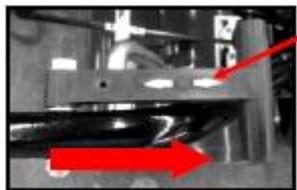

FIGURE 9 (tige de commande de marche arrière)
- ② Mettez la tige de commande de marche arrière en mode avant (voir figure 9)